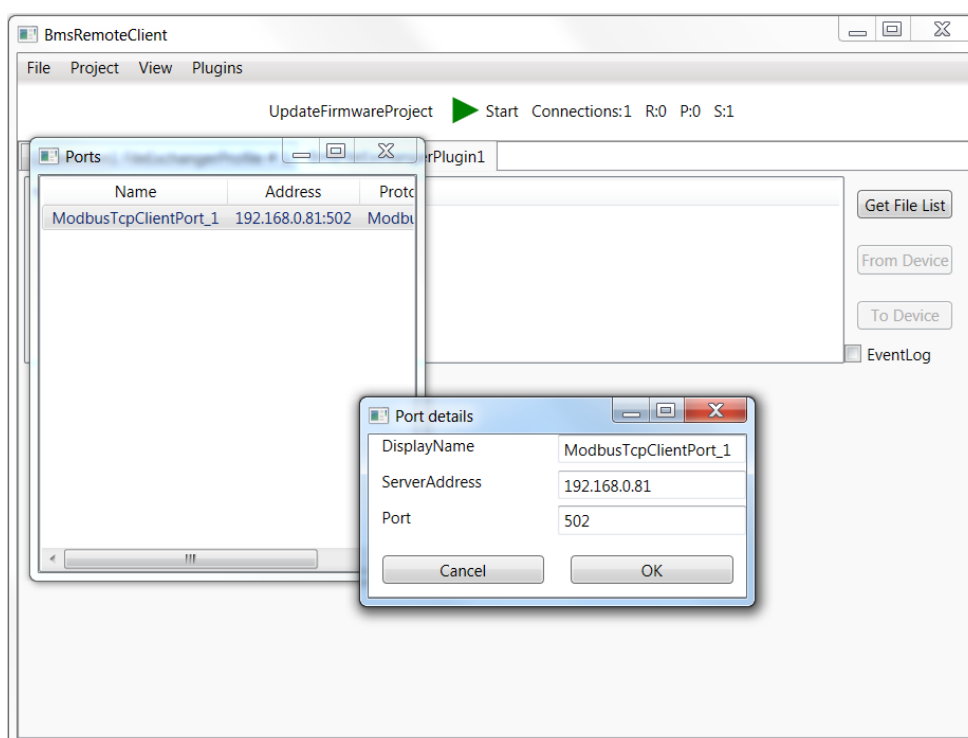

Рисунок 7 – Программа «BmsRemoteClient». Настройка портов
- настройка IP-адреса НЭ производится в меню Project → Ports (см. рисунок 7);